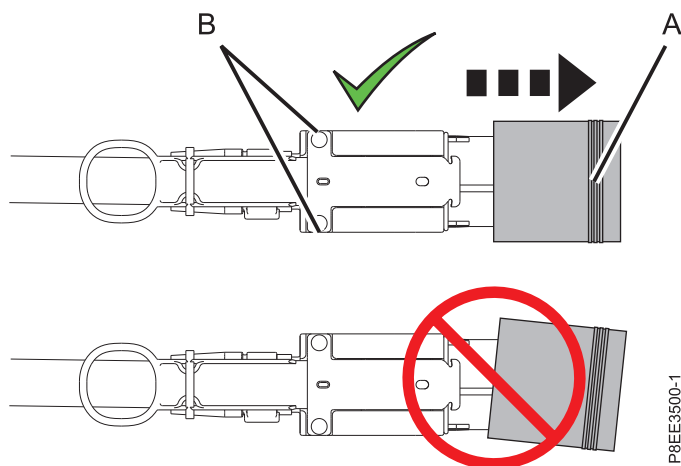

Figura 18. Extracción de la funda protectora del conector del cable del cajón de expansión
- b. Quite la funda protectora del conector del cable del cajón de expansión. Sostenga el alojamiento de cables (B) por los extremos cortos con los dedos índice y pulgar de una mano. A continuación, sosteniendo la cubierta por el extremo largo (A) con los dedos índice y pulgar de la otra mano, tire de la funda protectora para extraerla. Consulte Figura 18.